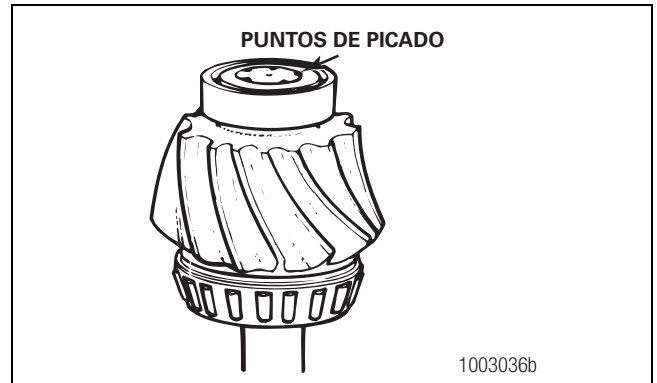

Figura 5.7
4. Pique en el extremo del piñón de mando un mínimo de cinco puntos. Figura 5.7. Gire el punzón cuantas veces sea necesario para picar un mínimo de cinco puntos. Repita el Paso 3 para cada punto.